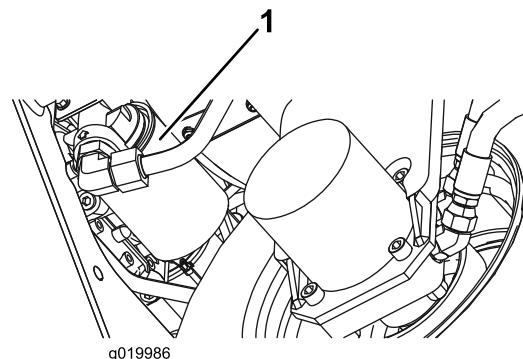

図 62
2. フィルタ取り付け部の周辺をウェスできれいにぬぐう。フィルタ（図 62）の下に廃油受けを置いてフィルタを外す。